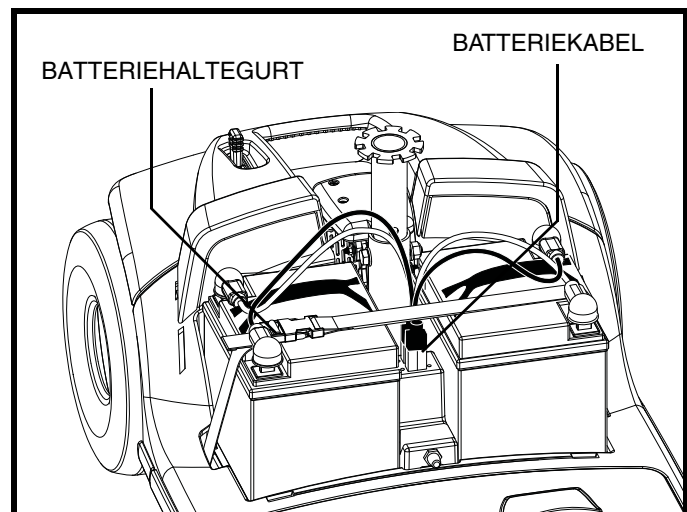

Abb. 24. Kabelverbindungen
4. Entfernen Sie beide Batteriegurte und ziehen Sie diese einzeln nach oben. **Siehe Abb. 24.**
2. Beide Batteriegurte festmachen (siehe Abb. 24).